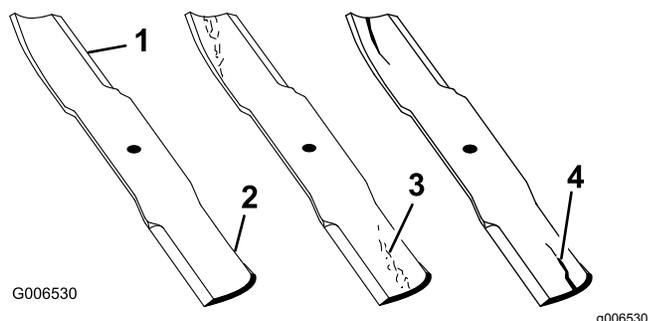

Figura 78
1. Controllate i taglienti (Figura 78).
4. Se notate incrinature, usura o scanalature in questa zona, montate immediatamente una nuova lama (Figura 78).